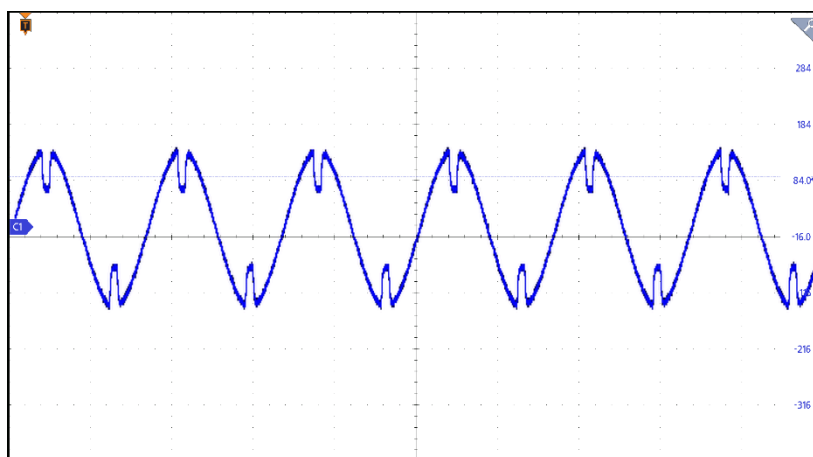

图 5-40 瞬态波形模式(Transient)设定页面(第一相设定范例输出波形)(Sag)
8. 设定参数后，点击首页键 ，再点选  可触发输出，输出波形如图 5-40。